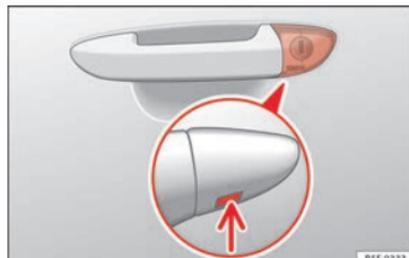

Fig. 3 Poignée de la porte du conducteur : barillet de serrure caché.
- Introduisez le panneton dans l'ouverture inférieure du cache de la poignée de la porte du conducteur **»**  **fig. 3** (flèche) et soulevez le cache.